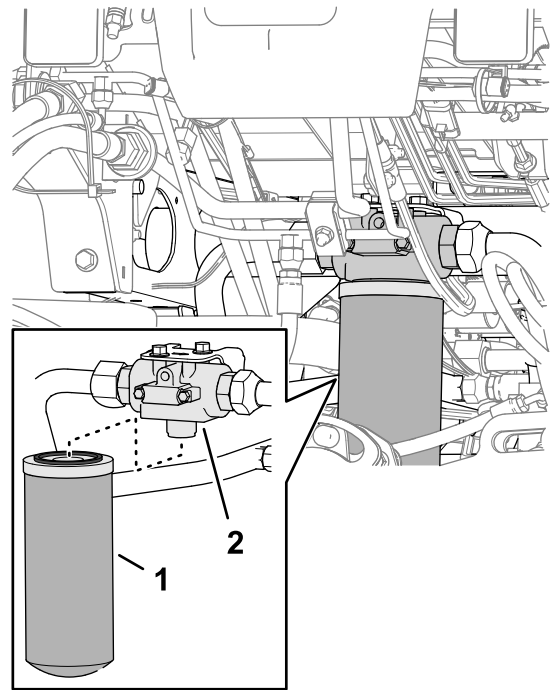

Figura 113
2. Na frente da máquina, alinhe um recipiente de drenagem debaixo do filtro de retorno (Figura 113).